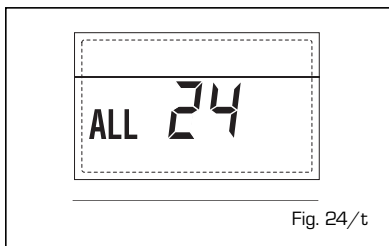

Fig. 24/t
- **SOLARE S2 BOILER PROBE BREAKDOWN ANOMALY "ALL 25" (fig. 24/u)**